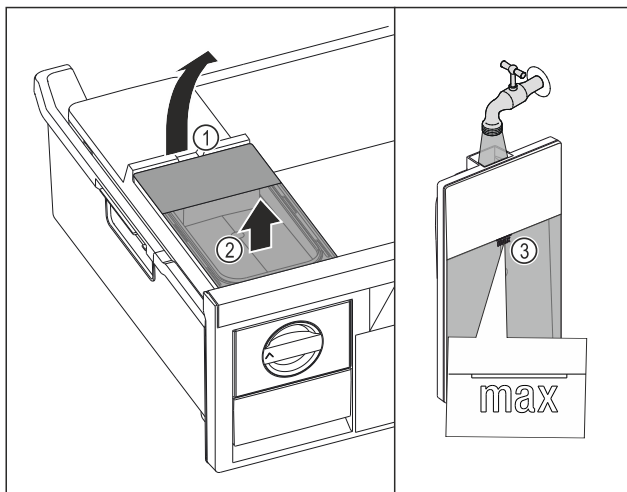

Fig. 129
- Soulever le réservoir d'eau par l'encoche Fig. 129 (1).
- Retirer le réservoir d'eau par le haut. Fig. 129 (2)
- Remplir le réservoir d'eau potable jusqu'au repère Fig. 129 (3).